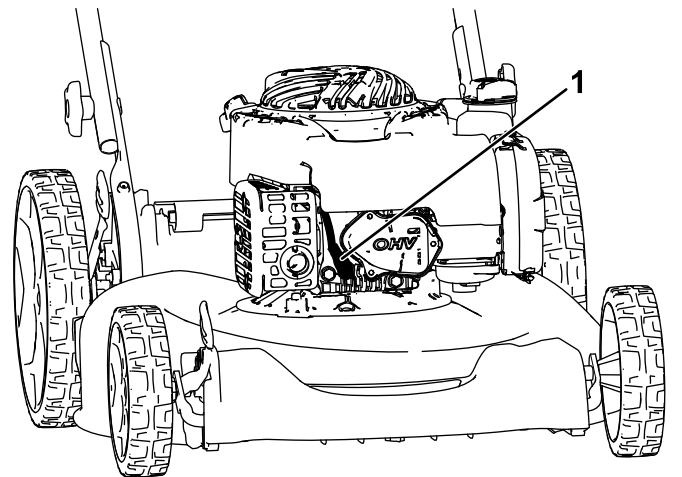

Figura 16
2. Desconecte el cable de la bujía (Figura 16).